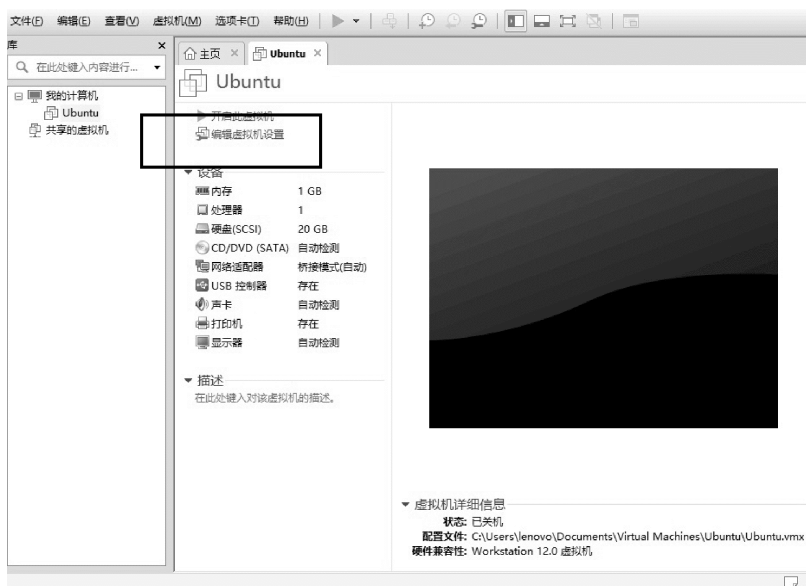

图 12-18 编辑虚拟机设置
(2) 打开建立好的虚拟机，编辑虚拟机设置，如图 12-18 所示。